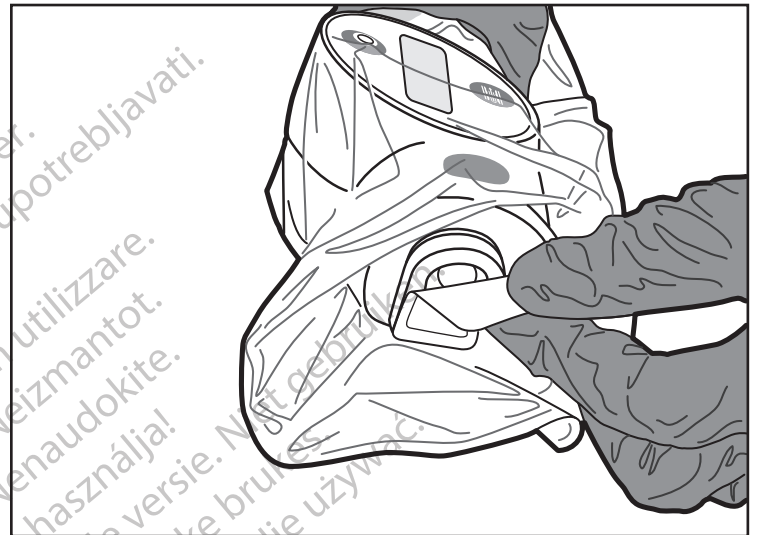

Figura 9. Retirada de la etiqueta
- Cuando esté preparado para introducir el catéter compatible con la unidad motora MDU5 PLUS, desprenda la etiqueta de la placa frontal y deséchela correctamente (figura 9).